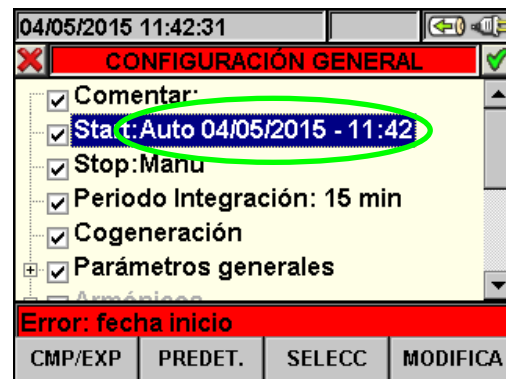

Fig. 74: Fecha/Hora incorrecta
3. Pulse la tecla **SAVE** para guardar cada programación efectuada. En caso de error de programación en el instrumento aparece la pantalla de error mostrada en la Fig. 74